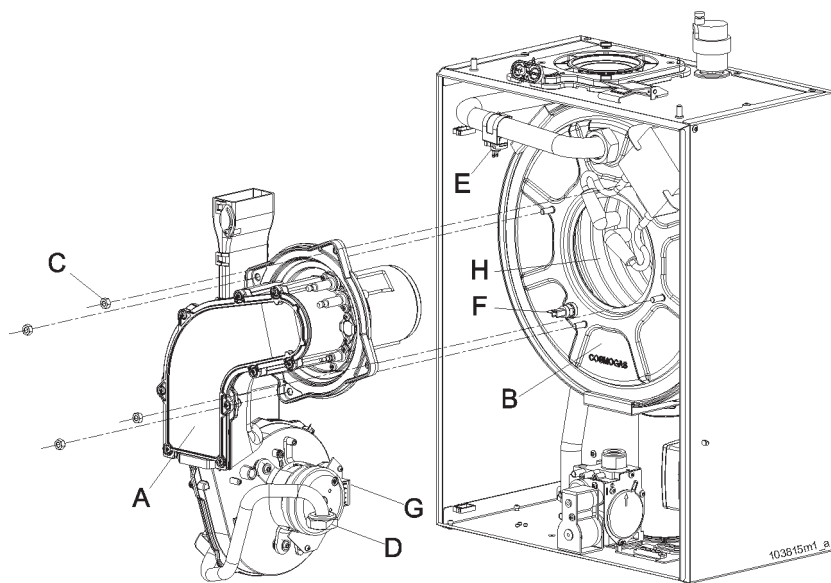

Figura 41 - Smontaggio gruppo ventilatore-bruciatore
- scollegare il cavo dal sensore di sicurezza "F" di figura 41;
- svitare il dado "D" di figura 41;
- svitare i quattro dadi "C" di figura 41;
- estrarre tutto il gruppo ventilatore e bruciatore, particolare "A" di figura 41;
- Passare una spazzola cilindrica, a setole di plastica, all'interno della camera di combustione (particolare "H" di figura 41);
- facendo uso di un aspiratore, aspirare i residui incombusti dalla camera di combustione (particolare "H" di figura 41);